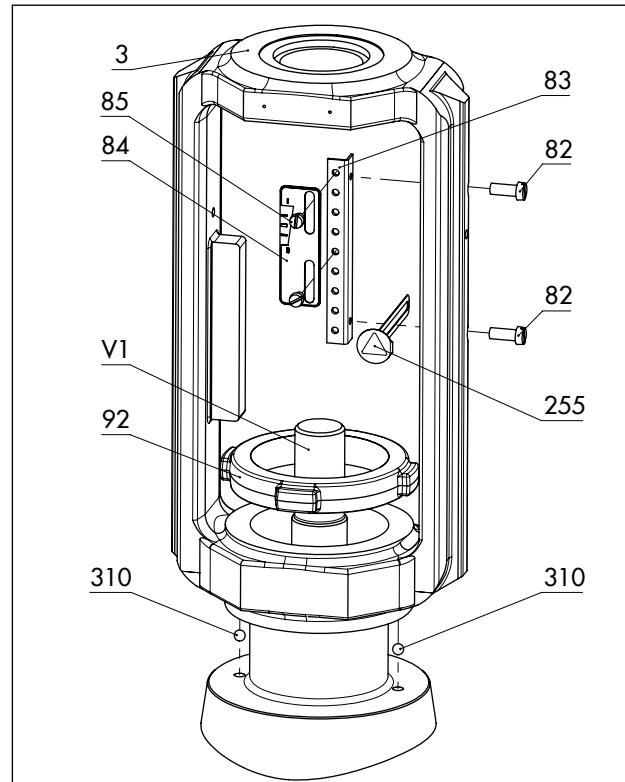
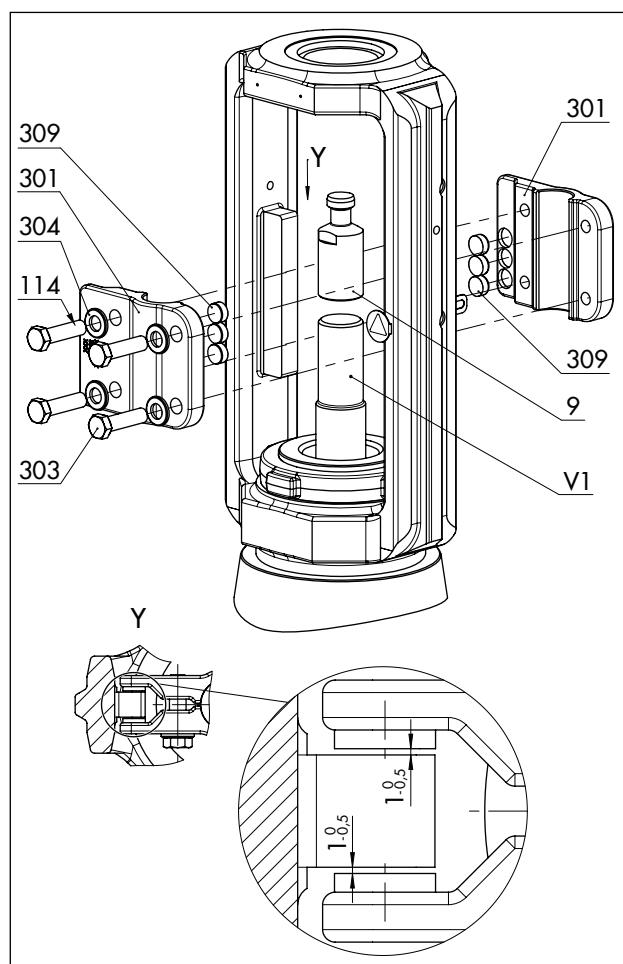

Fig. 14: Montaje del puente con placa indicadora de carrera en la ejecución estándar
Fig. 15: Montaje del seguro anti rotación en la ejecución estándar
Ver Fig. 14 y Fig. 15
- Entre los discos deslizantes y su superficie de apoyo en el puente hay un espacio nominal de entre 0,5 y 1 mm de cada lado (ver vista Y en Fig. 15).